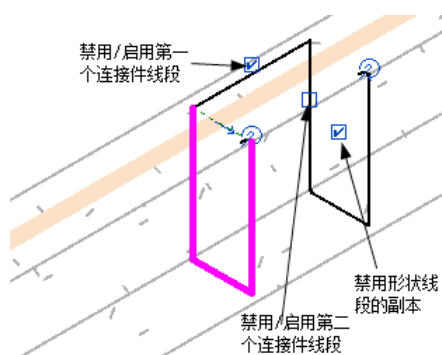

图 13-18 三维视图
(4) 单击“多平米”按钮，将复制形状，然后通过钢筋上的一个连接件线段附着到原始的形状。将视图切换至三维视图，如图 13-18 所示。